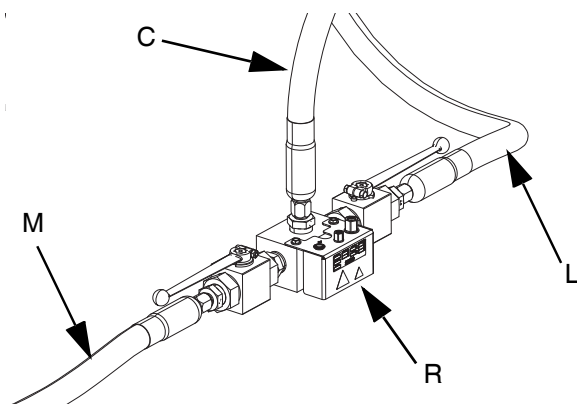

図 19
- c. タンデムホース 1 (L) とタンデムホース 2 (M) を、供給システムからタンデムブロック (R) に接続してください。図 19 を参照してください。
- d. 供給ホース 1 (C) をタンデムブロック (R) に接続してください。図 19 を参照してください。